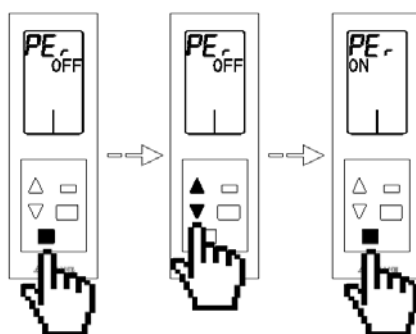

Fig. 102
- **Apertura del canal de asociación radio PE_r :** Esta opción permite abrir el canal de asociación radio del sistema para la conexión de elementos radio Airzone. Por defecto el canal está cerrado **OFF**. Para abrir el canal de asociación pulse el botón de confirmación , el valor del menú se pondrá a parpadear, esto indica que estamos dentro del menú. Seleccione mediante flechas   la opción **ON** si desea abrir el canal de asociación y pulse el botón de confirmación . Si desea salir del menú pulse el botón salir  para volver al menú anterior. (Fig. 102)